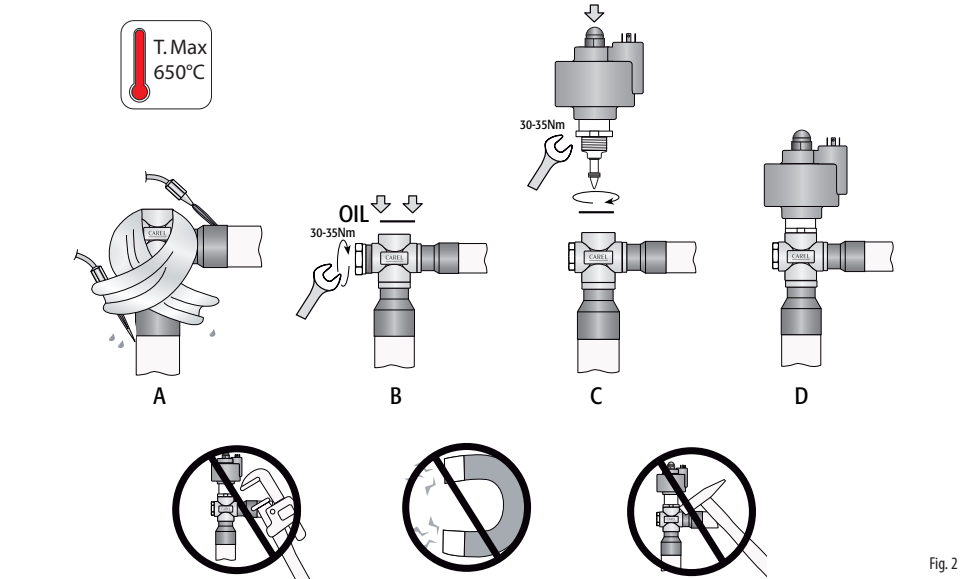

Fig.2
SALDATURA E MANIPOLAZIONE: Le valvole E⁴V devono essere saldate al circuito mediante brasatura dei raccordi in rame ai tubi di uscita condensatore (IN) e di ingresso evaporatore (OUT). Seguire la successione indicata in Fig. 2 procedendo in questo modo:
2. Avvolgere uno straccio bagnato sul corpo della valvola e procedere alla saldatura senza surriscaldarla orientando la fiamma verso l'estremità dei raccordi come da fig. 2 A (per una migliore brasatura senza alterare la tenuta della zona di saldatura tra corpo e raccordi utilizzare lega con temperatura di fusione inferiore a 650 °C o con tenore di argento superiore del 25 %).
3. A valvola fredda, avvitare sul corpo valvola la spia di flusso all'interno dell'apposito alloggiamento filettato (in linea con il raccordo trasversale) con una chiave esagonale da 27 mm verificando la presenza dell'O-ring (OR2081 - diametro interno 20,35 mm - spessore 1,78 mm - materiale: Neoprene) che ne garantisce la tenuta ermetica. Serrare la spia fino al raggiungimento del fine corsa meccanico del filetto (Fig. 2 B), con una coppia di 30-35 Nm. **Attenzione! Per garantire una migliore tenuta dell'assieme è consigliato l'utilizzo di O Ring in Neoprene (materiali diversi possono compromettere il corretto utilizzo dell'assieme) lubrificati con uno strato sottile di olio compatibile.**
4. Utilizzare l'O-ring (OR3112 - diametro interno 28,25 mm - spessore 2,62 mm - materiale: Neoprene) presente nella confezione per poi inserirlo nell'apposita cava schiacciandolo con la pressione del dito. Verificare la corretta posizione dello stesso testandone l'adesione uniforme sul fondo della sede di tenuta (Fig. 2 B).
5. Avvitare nel corpo valvola la cartuccia in acciaio sull'apposito alloggiamento filettato con una chiave esagonale da 34 mm verificando la presenza dell'O-ring sulla cava il quale garantisce la tenuta ermetica. Serrare la cartuccia portando la ghiera in battuta sul corpo valvola, con una coppia di serraggio suggerita di 30-35 Nm (Fig. 2 C). **Attenzione!** Nel caso in cui lo stelo filettato fuoriuscisse completamente dalla sede di lavoro della cartuccia procedere secondo la seguente operazione:
6. Controllare che lo statore rosso sia inserito fino a fondo corsa della cartuccia avvitando il dado nero portando in completa battuta fino a deformare la corona circolare in gomma dello statore (coppia di serraggio 0,8 Nm). (Fig. 2 D)
2. Wrap a wet rag around the body of the valve and weld the fittings, without overheating the valve, aiming the flame at the end of the fittings as shown in Fig. 2 A (for better braze welding without affecting the seal of the weld between the body and the fittings, use alloys with a melting temperature of less than 650 °C or with a silver content higher than 25 %);
3. When the valve has cooled down, tighten the flow sight glass to the special threaded socket in the valve body (in line with the cross fitting) using a 27 mm Allen key, making sure the O-ring is fitted (OR2081 – inside diameter 20.35 mm – thickness 1.78 mm – material: Neoprene) to ensure hermetic tightness. Tighten the sight glass to the end of the thread (Fig. 2 B), with 30-35 Nm torque. **Warning! To ensure better tightness of the assembly, use the Neoprene O-ring (other materials may affect the correct operation of the assembly) lubricated with a thin layer of compatible oil.**
4. Insert the O-ring (OR3112 – inside diameter 28.25mm – thickness 2.62 mm – material: Neoprene) included in the packaging into the corresponding opening, pressing it in by finger. Check the correct position of the O-ring by making sure there is uniform adhesion on the bottom of the seal seat (Fig. 2 B);
5. Tighten the steel cartridge to the special threaded socket in the valve body using a 34 mm Hex key, making sure the O-ring is fitted to ensure hermetic tightness. Tighten the cartridge by pressing the ring against the valve body with a recommended torque of 30-35 Nm (Fig. 2 C). **Warning!** If the threaded rod comes completely out of the cartridge, proceed as follows:
6. Make sure that the red stator is fully inserted on the cartridge with the black nut screwed on tightly until deforming the rubber ring on the stator (tightening torque 0.8 Nm). (Fig. 2 D)